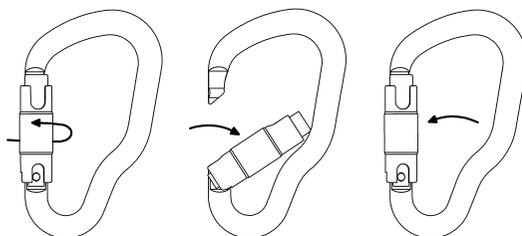
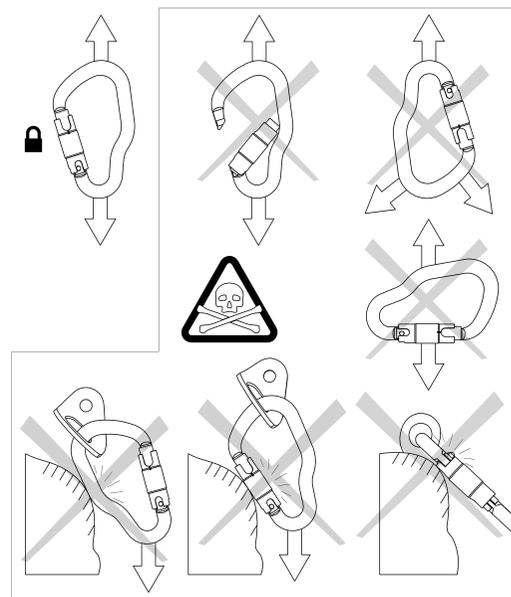

Рис. 3. Открытие/закрытие карабина.
Рис. 4 Использование карабина.
Защелка карабина во время применения должна быть закрыта. С открытой защелкой прочность карабина существенно снижается (рис. 3). Запирающий механизм, препятствующий непроизвольному раскрытию карабина, также должен быть закрыт. Регулярно проверяйте блокировку карабина во время использования. Загрязнения, такие как песок, краска, глина, лед и др. могут нарушить работу муфты. Старайтесь не допускать появления загрязнений на карабине. Наибольшей прочностью карабин обладает при закрытой защелке и приложении нагрузки вдоль его главной оси. Приложение нагрузок в других направлениях, при открытой защелке, в другой плоскости, в случае ограничения карабина и давления извне опасны, т.к. прочность карабина в этом случае снижается, что может привести к его разрушению (Рис. 4).
**Внимание!** При использовании карабина исключите любое внешнее воздействие на защелку (например, страховочно - спусковым устройством, веревкой и т.д.), т.к. в случае сильной нагрузки защелка может сломаться (Рис. 4). Во избежание несчастных случаев любые системы обеспечения безопасности следует дублировать.